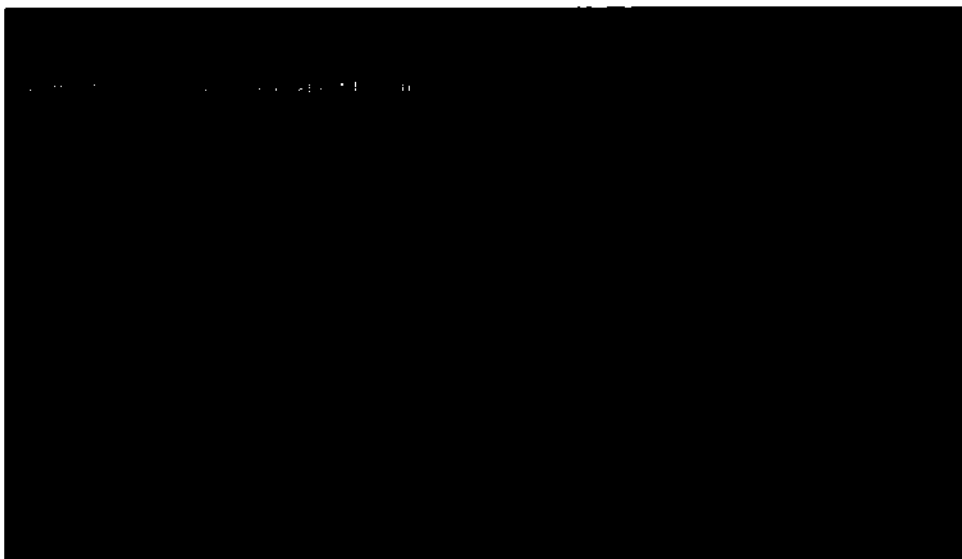

Рисунок 2.93 – Управление настройками радионожа (импорт)
- выбрать вкладку Импорт (рисунок 2.93),